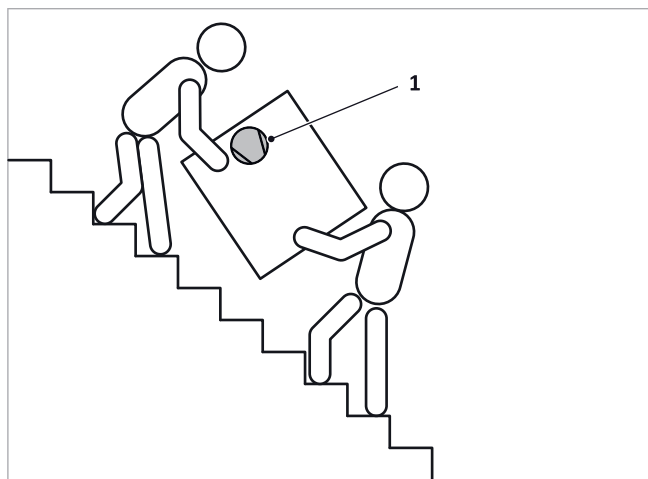

Fig. 3: Trasporto lungo le scale
- Se durante il trasporto il dispositivo deve essere ribaltato, questo dovrà avvenire solo brevemente e solo sul lato longitudinale, mentre il compressore, vedi ➔ *fig. 3 (1)*, deve essere rivolto sempre verso l'alto.